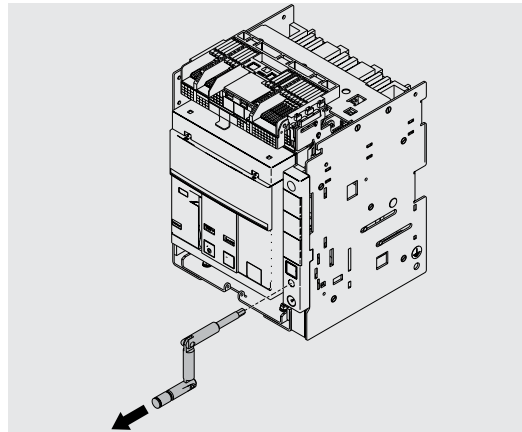

Abbildung 61
8. Die Handkurbel herausziehen. Siehe Abbildung 61.